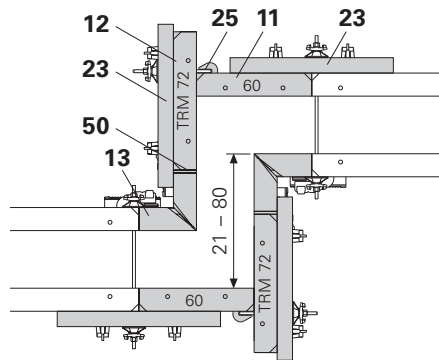

Fig. A11.02
- Élément TR 60 (11)
- Élément multifonctions TRM 72 (12)
- Angle TRIO TE (13)
- Filière de compensation TAR 85 (23)
- Ancrage d'about (25)
- Compensation sur-mesure (50)
- (Fig. A11.02)